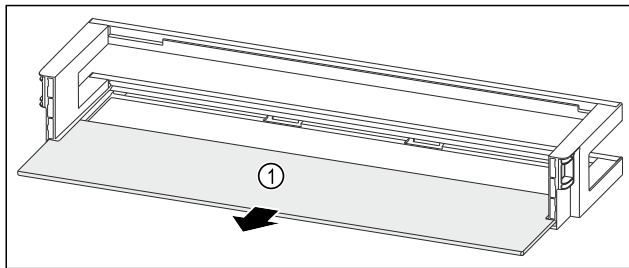

Fig. 50 Balconnet de contre-porte avec tablette de rangement
- Retirer la tablette de rangement Fig. 50 (1).